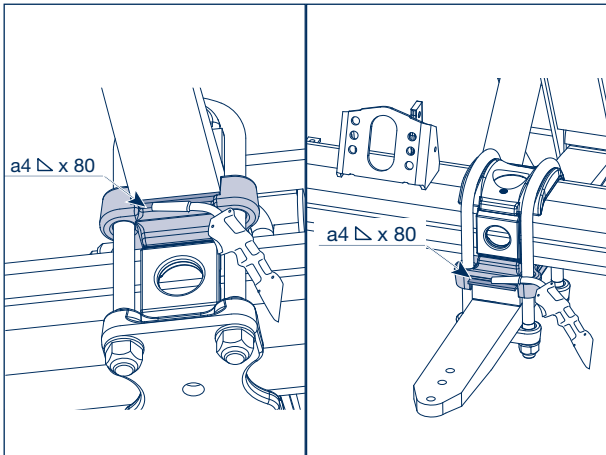

Bild 88
- [7] Einspurplatte wieder an den Achslappen anschweißen. (Bild 88, Pfeile)